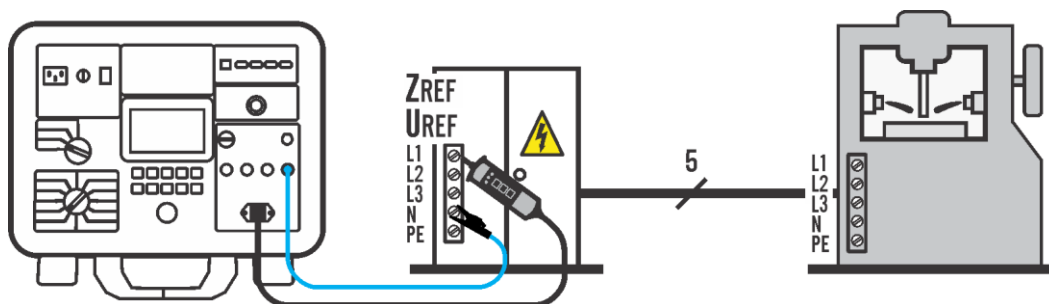

Abbildung 32: Anschluss für ZREF- und UREF-Messung (L/N-Anschluss), Beispiel
- 1) Schließen Sie die Testleitungen gemäß Abbildung 32 an, das rote Netzsymbol wird grün als Bestätigung, dass die Verbindung ordnungsgemäß hergestellt wurde und die Eingangsnetzspannung innerhalb von 100 und 253 V (L/N-Anschluss) oder innerhalb von 170 und 440 V (L/L-Verbindung) liegt.